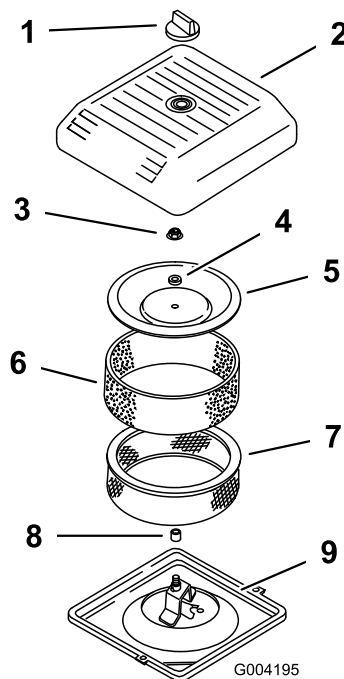

**Figura 147**
1. Fate scorrere attentamente il prefiltro in schiuma sintetica sul filtro di carta (Figura 147).